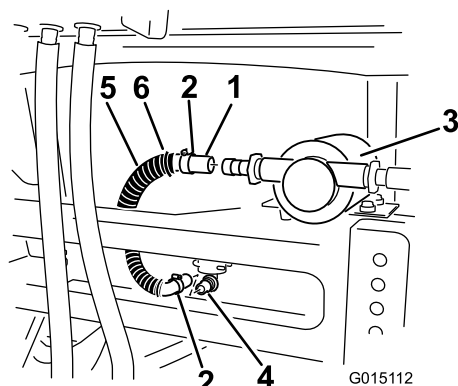

Figura 24
3. Conecte un extremo de la manguera al acoplamiento de 90 grados situado en el fondo del depósito de enjuague (Figura 24).
- Instale la tapa sobre la bomba e introduzca las pestañas de la tapa en las ranuras del travesaño del bastidor (Figura 24).